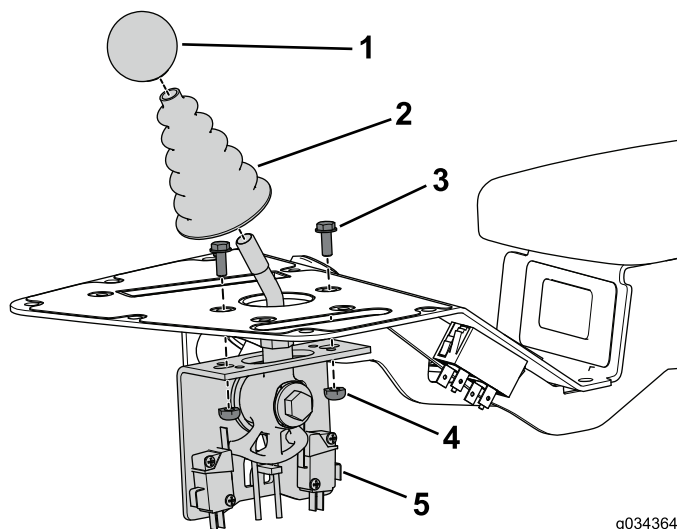

Figura 4
1. Rimuovete e mettete da parte la manopola dell'albero di comando di tosatura (Figura 4).
2. Rimuovete e mettete da parte il parapolvere dell'albero di comando di tosatura (Figura 4).
3. Rimuovete e mettete da parte i 2 bulloni e dadi che fissano il gruppo di comando di tosatura al gruppo console (Figura 4).